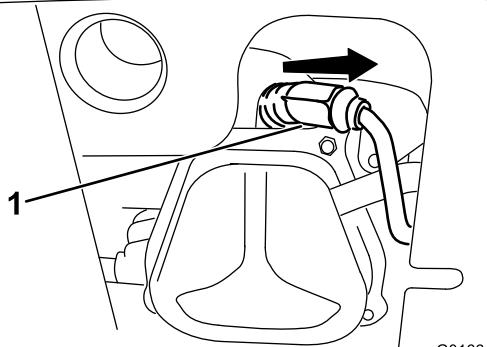

Рисунок 35
- Снимите изоляционный колпачок (Рисунок 35).